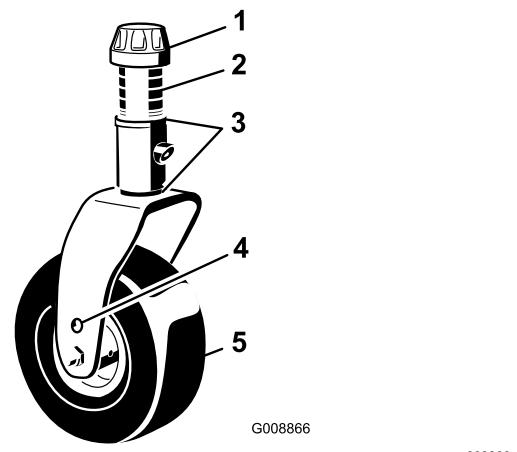

Figura 105
1. Retire a tampa de tensionamento do eixo rosulado e desloque o fuso para fora do braço da roda giratória (Figura 105). Volte a montar os calços para levantar ou baixar a roda giratória até obter uma inclinação correta da unidade de corte.